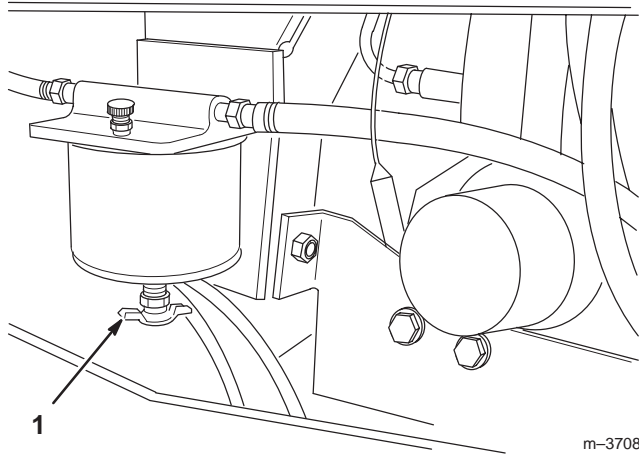

Bild 4
- Öffnen Sie den Ablasshahn am Kraftstofffilter/Wasserabscheider und lassen angesammeltes Wasser ablaufen (Bild 4).